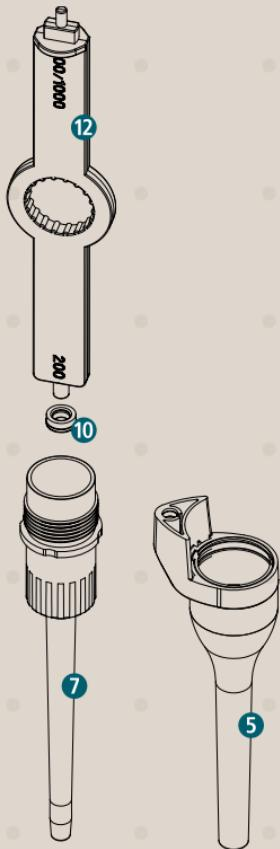

Fig. 6
- A l'aide de l'outil auxiliaire (Fig. 6), retirez la bague d'étanchéité 10 du cône de la pipette et remplacez-la (bagues d'étanchéité de remplacement, voir section 8 Codes de commande).